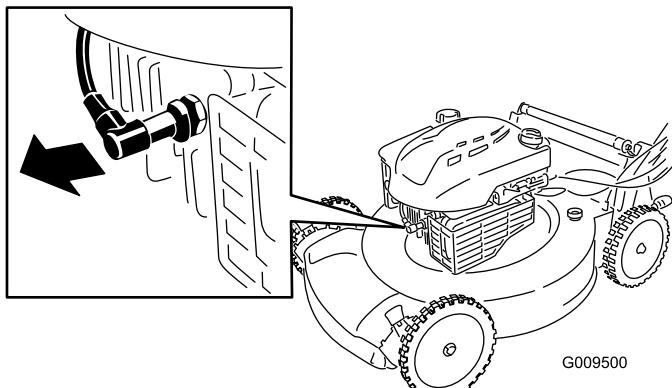

Figure 18
- Débranchez la bougie (Figure 18) avant de procéder à un quelconque entretien.